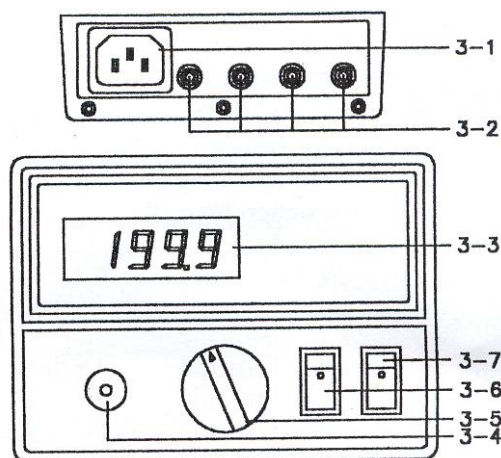

Fig. 1
- 2) A. Coloque el interruptor de encendido/apagado (3-7-Fig.1) en la posición de encendido (posición “1”).
b. Gire el interruptor de rango rotatorio (3-5, Fig. 1) al rango 200 m ohm, 2000 m ohm, 20 ohm, 200 ohm, 2000 ohm.
c. Coloque el interruptor “200 m ohm/2000 m ohm, 20 ohm, 200 ohm, 2000 ohm” (3-6, Fig. 1) en la posición “200 ohm” del rango de medición de 200 m ohm.
d. Coloque el interruptor “200 m ohm/2000 m ohm, 20 ohm, 200 ohm, 2000 ohm” (3-6, Fig. 1) en cualquier posición excepto el rango de medición de 200 m ohm.
b. Gire la perilla de ajuste a cero (3-4, Fig. 1) hasta que la pantalla muestre los valores de lectura a cero.